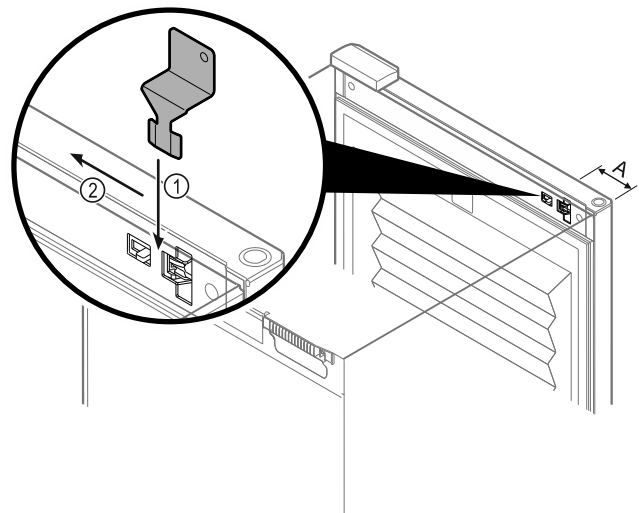

Fig. 146
- ▶ Расположите ключ для аварийной разблокировки в заданном месте Fig. 146 (A) \approx 100 мм.
- ▶ Вставьте ключ для аварийной разблокировки Fig. 146 (1) между дверью и корпусом устройства сверху и до упора.
- ▶ Потяните ключ для аварийной разблокировки в направлении шарнира. Fig. 146 (2)